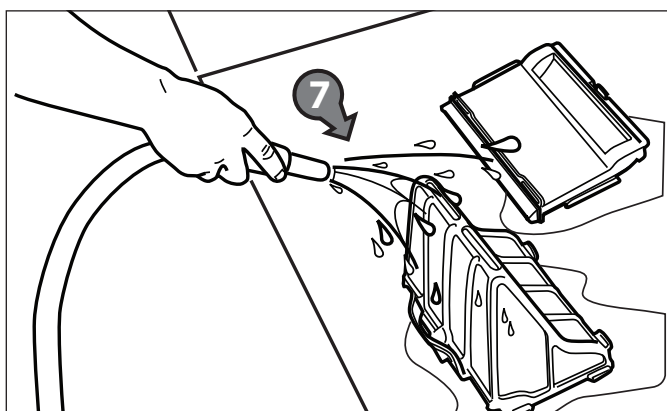

Figure 25. Laver le sac filtrant
9. Laver le sac filtrant, le support du filtre et le nettoyeur sous l'eau ou à l'aide d'un tuyau (7). Se référer à la Figure 25.